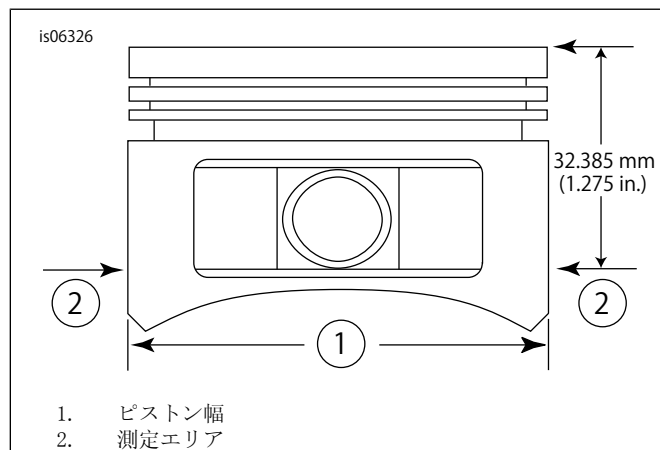

図2。ピストン測定
- 「図2」を参照。ピストンピン穴の両側から水平に90度、ピストン(2)のデッキ(上)面から1.275インチ(32.385mm)下、ピストン幅(1)を測定します。この位置のピストン-シリンダーフィットについては表11を参照してください。